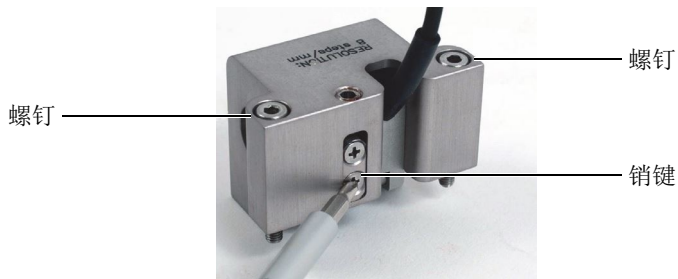
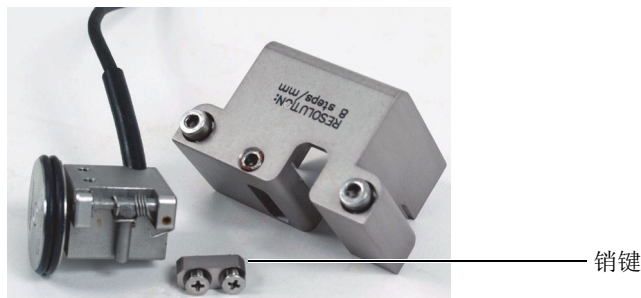

图 3-6 拆下螺钉
图 3-7 拆下的袖珍轮
1. 拆下编码器顶部的 2 个螺钉（参见第 44 页的图 3-6）。
2. 拆下将销键固定在袖珍轮上的2个螺钉（参见第44页的图3-6和第45页的图3-7）。